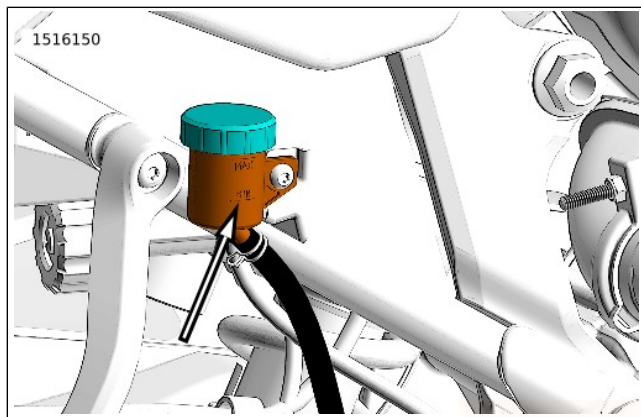

Abbildung 60. MIN-Markierung am Hinterradhauptbremszylinderbehälter
3. **Hinten:** Siehe Abbildung 60 Den Füllstand an der Seite des Hinterradbremssflüssigkeitsbehälters prüfen. Füllstand muss über der Mindestmarkierung am Schauglas liegen.